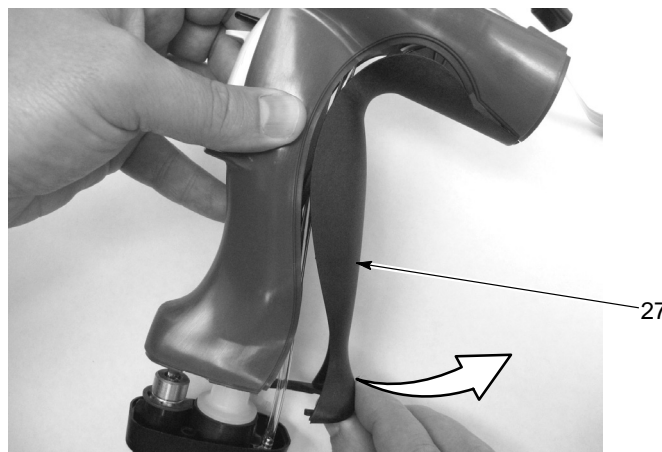

Figura 5-7 Remoção da parte traseira do punho
11. Consulte a figura 5-7. Puxe cuidadosamente a parte traseira do punho (27) para fora do punho, começando pela parte inferior e rodando-a para cima e para fora.